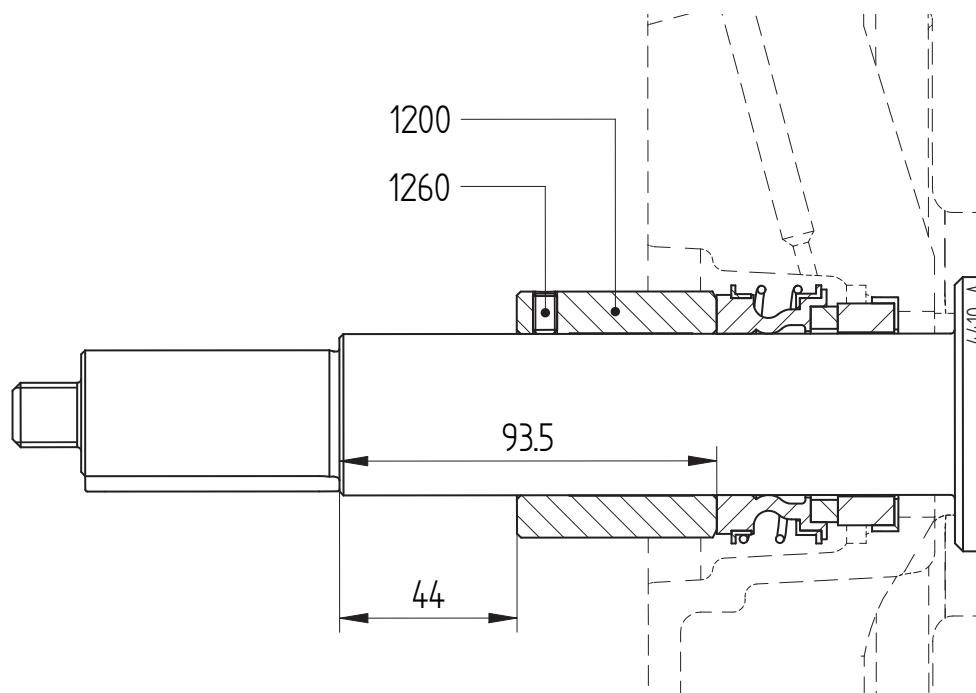

Figura 12: Regolazione della tenuta meccanica M1 con dimensioni pompa 200-160.
- 2 Installare la boccia d'albero (1200) e impostare la distanza dal collare dell'albero su 44 mm. Vedere la figura 12 del paragrafo 7.6.3 "Montaggio di una tenuta meccanica M1". Svitare le viti di regolazione (1260).
- 2 Solo pompe di dimensioni 200-160: Svitare le viti di regolazione (1260). Vedere la figura 12.
- 7 Solo pompe di dimensioni 200-160: Impostare la distanza tra il distanziale e il collare dell'albero su **44 mm**. Fissare il distanziale mediante le viti di regolazione (1260). Vedere la figura 12.